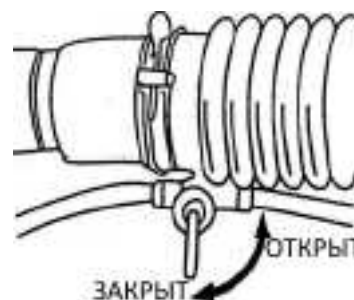

Рис.8
1) Для операции опрыскивания, во время заправки химикатами, кран должен быть закрыт, см. Рис.8. Для операции распыления, во время заправки химикатами, дроссельный кран распылителя и топливный рычаг должны находиться в верхнем положении, иначе, будет происходить выброс химикатов.